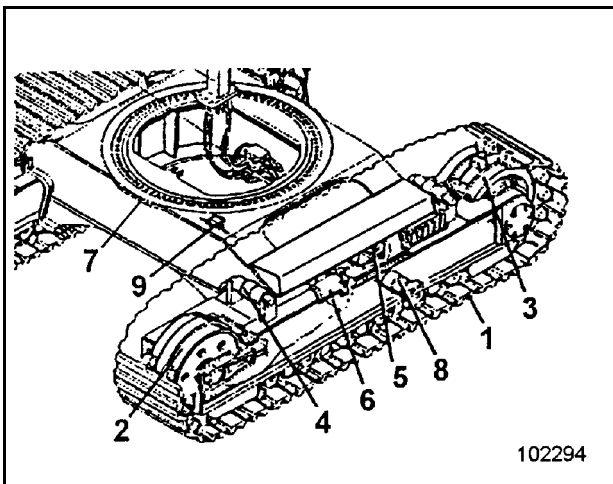
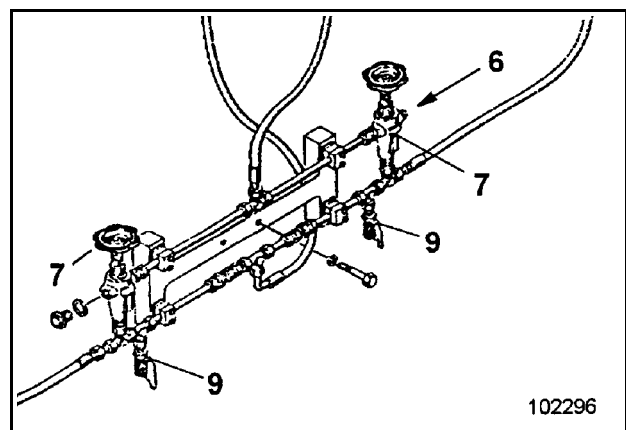

Fig. 3-118:
Fig. 3-119:
Die Fahrketten werden mit dem sich beim Fahren aufbauenden Hydraulikdruck gespannt. Fig. 3-118: und Fig. 3-119: zeigen Bauteile des Fahrwerks und der Spannvorrichtung:
- beide Druckbegrenzungsventile (7, Fig. 3-119:) öffnen, die Ketten sind entspannt.
- Nach den Arbeiten Druckbegrenzungsventile (7) - bis zum Anschlag - wieder schließen.